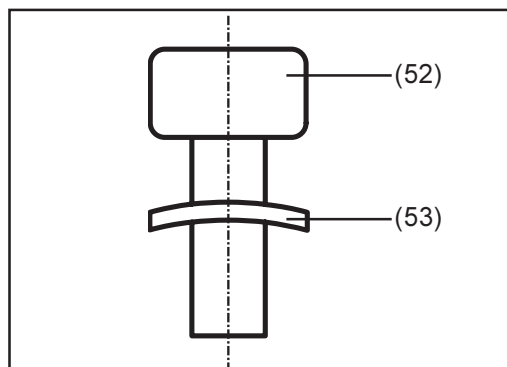

Abb. 15
- Flachbandkabel (42) gemäß Abb. 15 oberhalb des Kabelbaumes verlegen
- Flachbandkabel (42) am Print FPA15 (5) anstecken